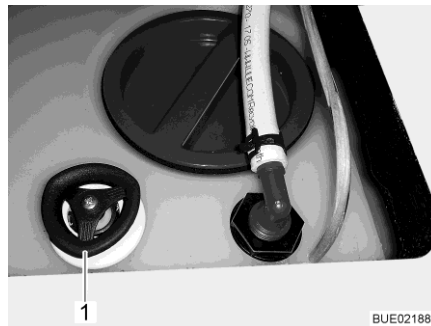

Fig. 169 Serbatoio dell'acqua con maniglia girevole
- Sul serbatoio dell'acqua, ruotare la maniglia girevole (Fig. 169,1) in senso orario fino all'arresto.
- Sul serbatoio dell'acqua, ruotare la maniglia girevole (Fig. 169,1) in senso antiorario fino all'arresto. L'acqua fuoriesce fino a raggiungere il livello di riserva di 60 litri.